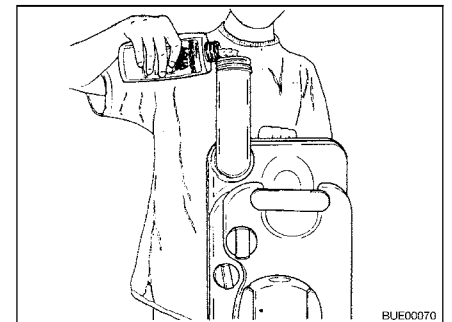

Fig. 155 Rifornimento di liquido sanitario
- Versare la quantità indicata di liquido sanitario nel serbatoio fecale (Fig. 155).